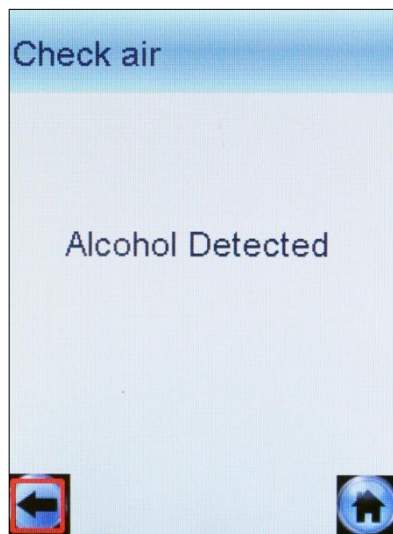

Рисунок 13 – В мундштуке или в заборной системе обнаружен алкоголь
2.7.15 Если при выполнении 2.7.3 настоящего РЭ в мундштуке или в заборной системе будет обнаружен алкоголь, на дисплее анализатора появится сообщение «**Alcohol Detected**» (рисунок 13).